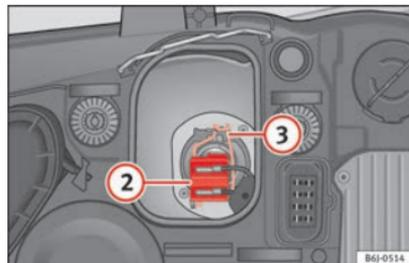

Fig. 100 Anabbagliante.
- Estrarre il connettore **» fig. 100 2** della lampada.
- Sganciare la molla di ritegno » fig. 100 ③ premendo verso l'interno e a destra.